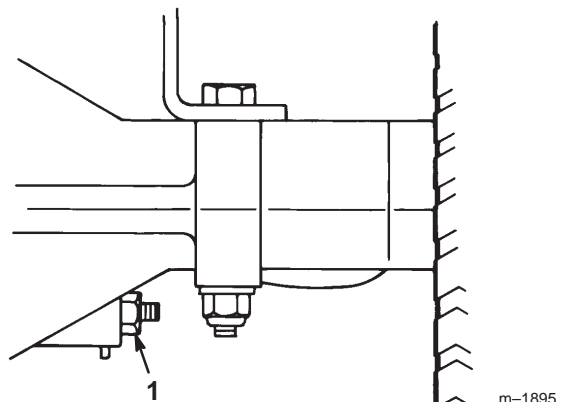

Figure 21
Le frein se trouve du côté droit de l'essieu arrière, à l'intérieur du pneu arrière (Fig. 21). Si le frein ne tient pas ou si la puissance de freinage est insuffisante, un réglage est nécessaire.
2. Pour augmenter la résistance de freinage, serrez l'écrou de réglage du frein (Fig. 21) de 1/8 de tour vers la droite, puis contrôlez de nouveau le frein. Alternez les serrages et les contrôles jusqu'à ce que le frein soit bien réglé.